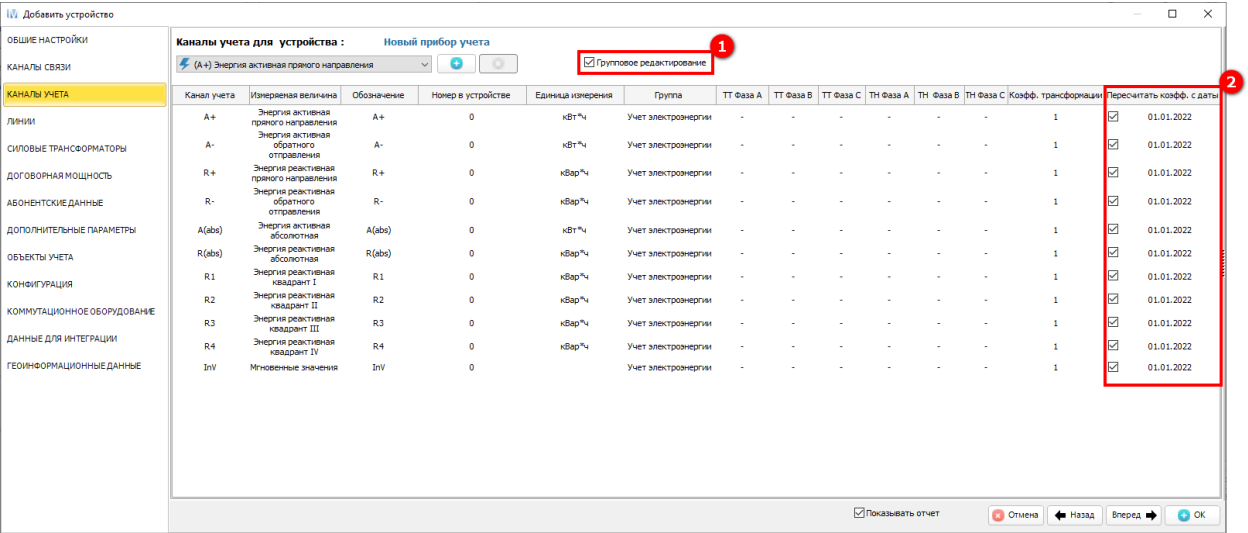

Рисунок 308 – Параметры устройства – Каналы учета – Установка даты для пересчета коэффициента трансформации для всех каналов учета
Проставляя отметку в поле **Групповое редактирование** (1) (см. рисунок 308) можно указать дату, с которой будет пересчитан коэффициент трансформации для всех каналов учета (2).